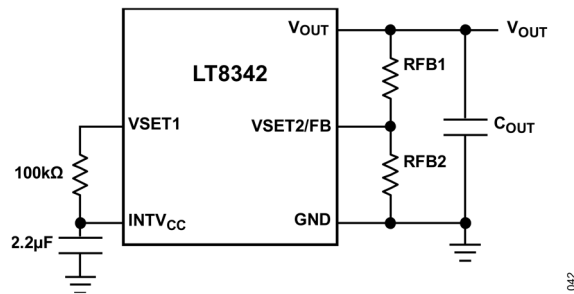

図 42. LT8342 を外部帰還構成にした場合の簡略図
式 (3) の中の抵抗値は、図 42 に示す参照記号を表しています。出力電圧の精度を維持するには、1%抵抗を使用することを推奨します。大きい帰還抵抗を使用する場合は、 V_{OUT} と VSET2/FB の間に 4.7pF~22pF の進相コンデンサが必要になることがあります。外部帰還の使用時に VSET2/FB がグラウンドに短絡するフォルトによって、表 6 に示すような十分に高い出力電圧が得られなかった場合、LT8342 は自動的に内部帰還に切り替えて、出力を 19V に安定化します。